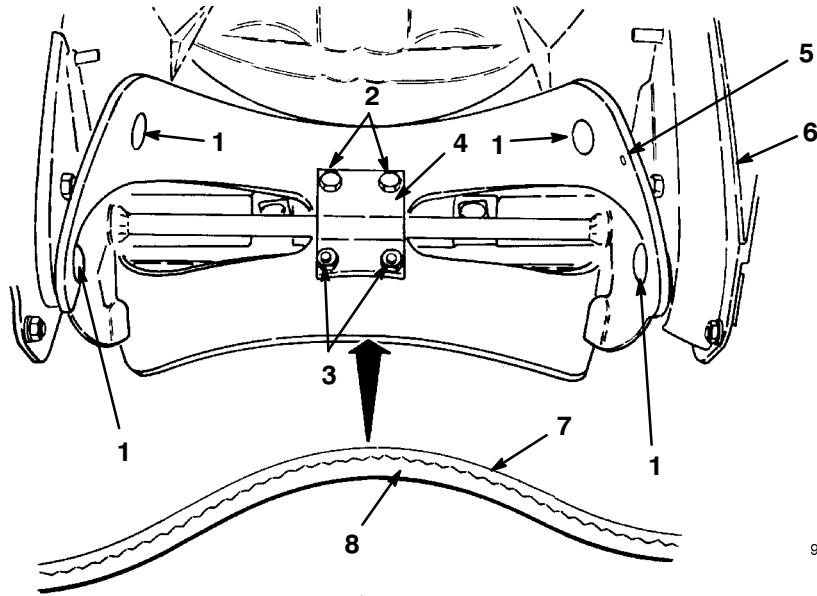

Figure 13
1. Enlevez les quatre vis Torx, les deux vis d'assemblage et les six contre-écrous qui fixent la pale à l'ensemble arbre de turbine (Fig. 13).
2. Déposez la pale en la faisant coulisser entre les supports (Fig. 13).
1. Examinez le bord de la pale neuve pour détecter la différence d'épaisseur (Fig. 13). Certaines pales portent un numéro de référence du côté épais.
Montez les pales en dirigeant la couche épaisse vers **l'intérieur** de la courbe (Fig. 13). Si elles ne sont pas montées correctement, les pales risquent d'être déséquilibrées, ce qui fait "sauter" ou "rebondir" la déneigeuse.
4. Placez la tête des vis sur le côté épais de la pale (Fig. 13).
5. Courbez la pale et fixez-la avec les quatre vis Torx et contre-écrous restants, en plaçant la tête des vis sur le côté épais de la pale (Fig. 13).